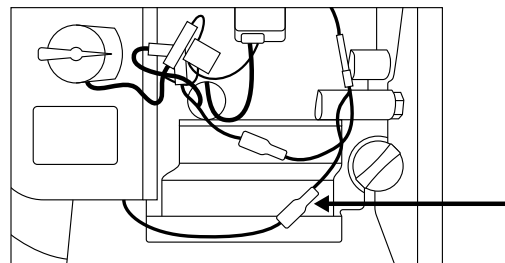

Рис. 10
6. Подключите провод аварийного отключения на двигателе (Рис. 10).